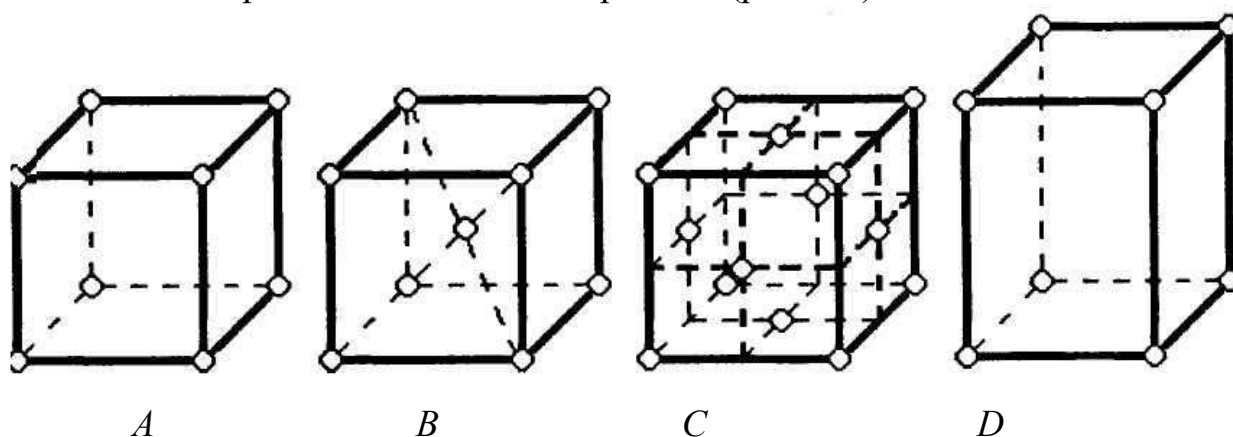

Рис. 1.2. Элементарные ячейки кристаллических решеток
12. Какие из представленных на рисунке элементарных ячеек кристаллических решеток относятся к простым (рис. 1.2)?
6. Кристалл на рис. 1.2 следует представить так, что в узлах решетки расположены положительные ионы металла, все пространство между которыми занимают коллективизированные валентные электроны, каждый из которых не принадлежит никакому конкретному иону и может находиться в разное время в разных местах. Если произвести сдвиг в кристалле по плоскости, где находится, например, ион 1, слева направо на один период решетки, то произойдет смена соседей у ионов, а качество «электронного газа» не претерпит никаких изменений, обеспечивая по-прежнему связь между электронами и ионами. Поэтому при деформировании металлы